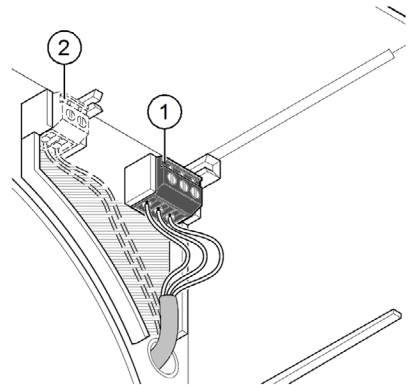

Abb. 22: Netz- und ggf. Steuerkabel überprüfen
- ▶ Schließen Sie das Netzkabel an die 3-polige Anschlussklemme (Pos. 1 in Abb. 22) gemäß den Schaltbildern für die Lüftereinsätze VARIO II an, siehe Abschnitt 9 ab Seite 25.
- ▶ Schließen Sie bei Gerätetypen mit Steuereingang das Steuerkabel an die 2-polige Anschlussklemme (Pos. 2 in Abb. 22) gemäß den Schaltbildern für die Lüftereinsätze VARIO II an, siehe Abschnitt 9 ab Seite 25.
- ▶ Überprüfen Sie, dass die Kabel nur im schraffierten Bereich (siehe Abb. 22) verlegt sind. Andernfalls besteht die Gefahr, dass die Kabel beim Einsetzen des Lüftermotors gequetscht werden.